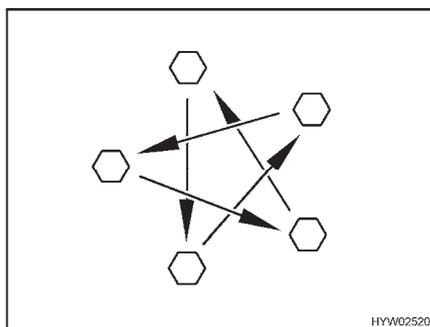

Fig. 176 Apretar las tuercas o los tornillos de las ruedas en forma de cruz
- Comprobar periódicamente que las tuercas o tornillos de las ruedas estén firmemente apretados. Reajustar en forma de cruz (Fig. 176) las tuercas o tornillos de las ruedas después de cambiar una rueda, al cabo de 50 km.